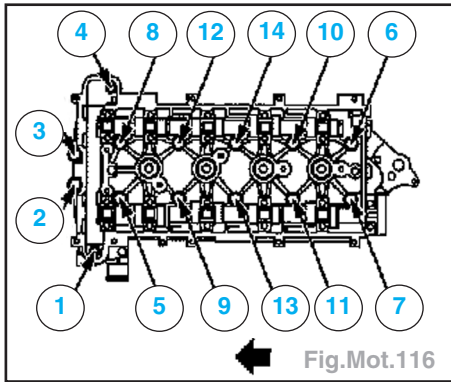

Fig.Mot.116
- Desserrer les fixations de la culasse dans l'ordre indiqué et de la façon suivante (Fig.Mot.116) :